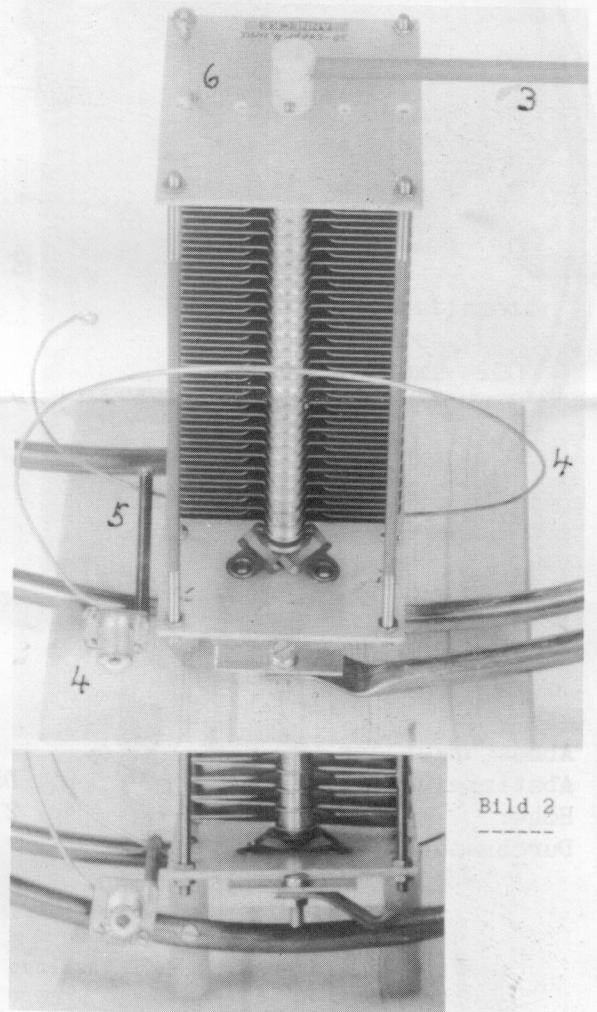

Bild 2
Der Rohrkreis besteht aus zwei Windungen Cu-Rohr mit 12-18mm Durchmesser, welches im Baustoffhandel problemlos erhältlich ist. Dieses Rohr wird dort zu Bündeln von etwa 85cm Durchmesser gerollt verkauft und entspricht damit dem Antennendurchmesser. Die Rohrenden werden flachgedrückt, gebohrt und dann, wie in Bild 2 zu sehen, mit den Drehkoanschlußblechen verschraubt. Das unter dem Drehko durchlaufende Rohr wird mit zwei M4 Schrauben an den Polyamidstäben befestigt. An dieses Rohr wird auch die SO-239 Buchse mit Einkoppelschleife (4) geschraubt. Durch Ändern der Schleifenlänge am Massebolzen (5) kann die beste Anpassung zwischen Tx und Antenne eingestellt werden. Eine Glimmlampe (6) dient als Abstimme-Indikator. Ein weiterer Polyamidbolzen (7) oberhalb des Abstimmdrehkos stabilisiert die beiden Kupferrohrwindungen zusätzlich.